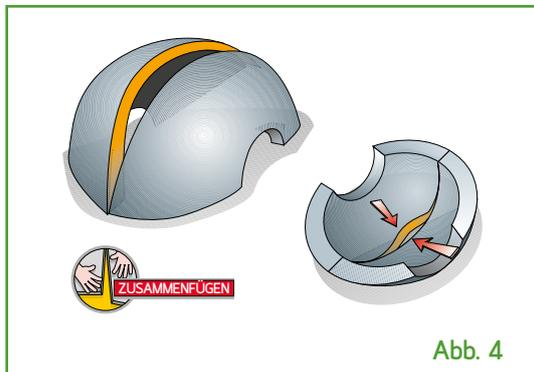

Abb. 4
4) Sobald der Kleber getrocknet ist, die beiden flachen Profile zusammenfügen, wobei man mit dem Verkleben an den Enden beginnt, und sich vergewissern, dass auch auf der Rückseite die Verbindung perfekt ist. (Abb. 4)